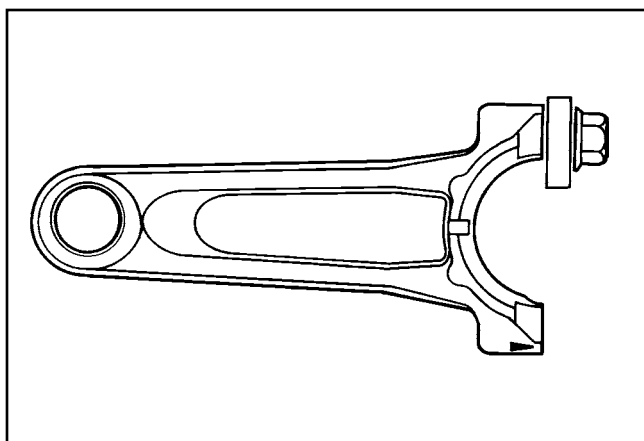

Figura 2-2. Attrezzo per bilanciere/albero motore.
4. Inserire una rondella piana con diametro interno uguale a quello della vite a testa cilindrica e diametro esterno di circa 1" (codice Kohler 12 46805-S). Montare la vite a testa cilindrica e la rondella sulla superficie di giunzione della biella, come illustrato in figura 2-2.